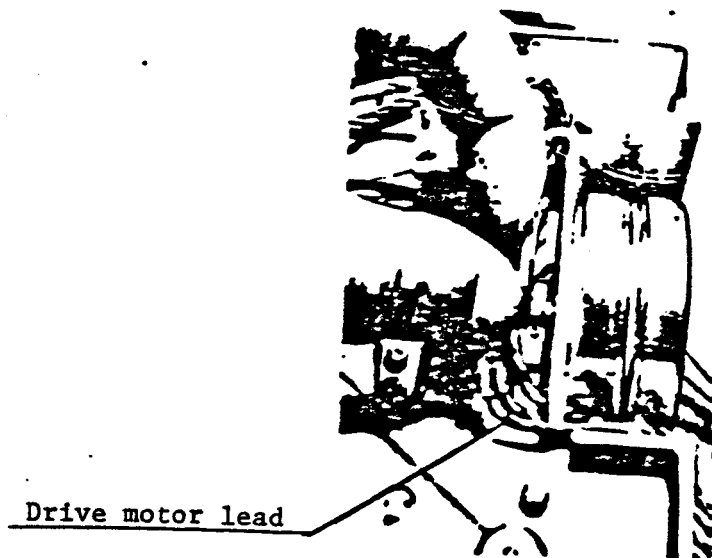

Fig. 4.9.1
4.9 TR00 STOPPER (See figures 4.9.1 and 4.9.2.)